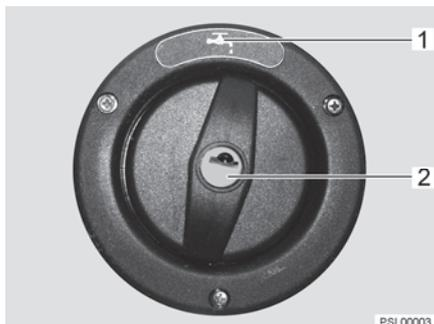

Fig. 76 Tapa de cierre para el tubo de llenado de agua potable
El tubo de llenado de agua potable está identificado con el símbolo  (Fig. 76,1). La tapa de cierre se abre o cierra con la llave para las cerraduras de trampilla exteriores.
- Introducir la llave en el cilindro de cierre (Fig. 76,2) y girarla un cuarto de vuelta en sentido contrario a las agujas del reloj.
- Abrir el tubo de llenado de agua potable (Fig. 76).